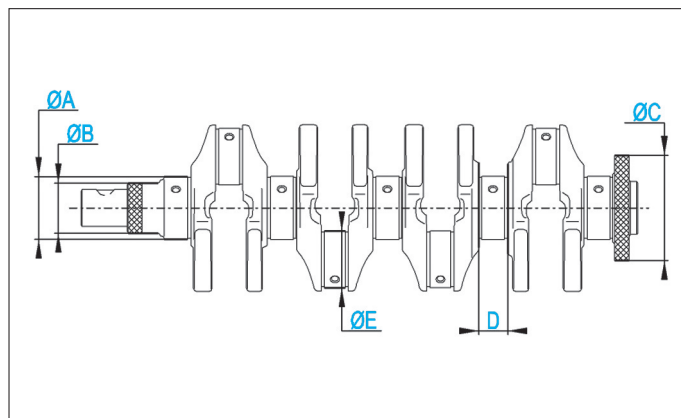

FIG. 15
Diamètre des tourillons (A) : 49,981 (+0/-0,19) mm (Fig.15).
Diamètre des manetons (\varnothing E) : 47 (-0,009/-0,025) mm (Fig.15).
Diamètre de la portée de joint côté distribution (B) (Fig.15) :